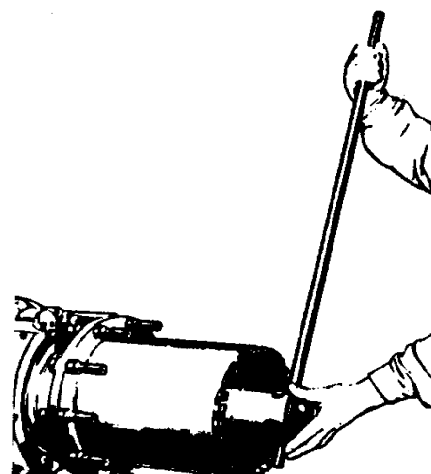

Рис. 8. Сборка соединителя
12. Положите на шлицы цапфу соединителя (25) и укрепите его гайку с прорезями М90×2 (24) с помощью ключа Т17-402 (рис. 8). Проверьте прокручивание собранной ступицы. В гайке с прорезями закрутите стопорящий винт М6×16 (23) так, чтобы его конец попал в шлицы соединителя (для этого необходимо, чтобы гайка была закручена в подходящее положение). Таким образом, гайка законтрена.
13. Установите опорное колесо (2) на шлицы соединителя (25).